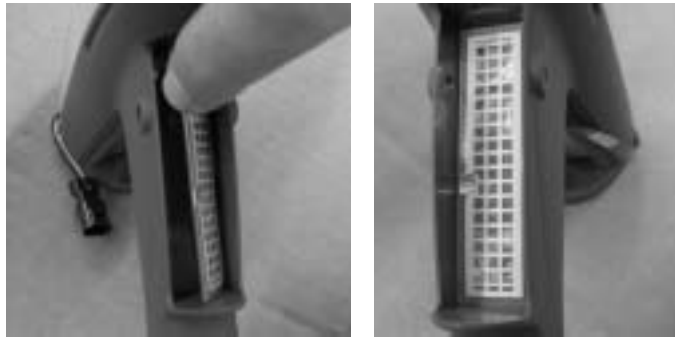

Figura 6-11 Instalação do interruptor dos gatilhos - passo 4
4. Consulte a figura 6-11. Retire película adesiva de proteção do interruptor.